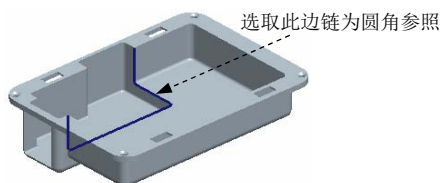

图 5.38.65 定义圆角 11 的参照
Step23. 创建倒圆角特征 11。单击 **模型** 功能选项卡 **工程** 区域中的 **倒圆角** 按钮，选取图 5.38.65 所示的边线为倒圆角的边线；在倒圆角半径文本框中输入值 1.0。